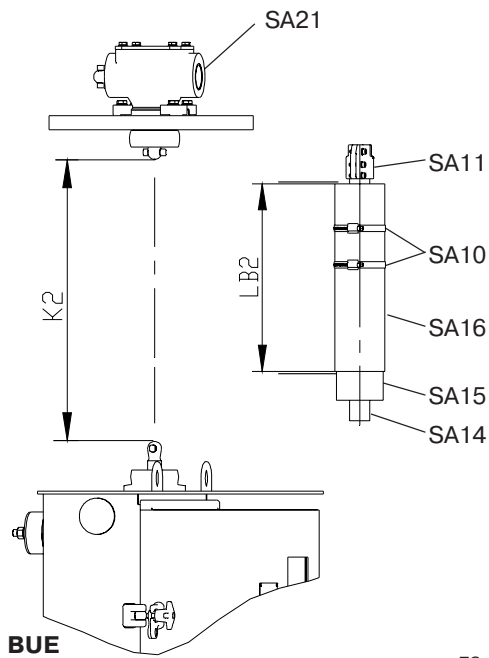

Рис. 37.
5. См. Рис. 37в. Закрепите две полумуфты SA11 на одном конце вала квадратного сечения посредством шести болтов SA12 и шайб SA13. Вставьте вал в нижнюю часть пригоночной детали полумуфты, см. Рис. 37з. Затяните сначала два винта А, см. Рис. 37и, и затем остальные. Установите две защитные трубки SA15 и SA16 (большим диаметром наружу) и два шланговых зажима SA10.
6. См. Рис. 37г. Присоедините вал квадратного сечения с установленными полумуфтами к валу конического редуктора. Установите две полумуфты SA11 на другой конец вала квадратного сечения и на вал механизма моторного привода. Вставьте вал в нижнюю часть пригоночной детали полумуфты, см. Рис. 37з. Несильно затяните винты и проверьте, что вал может смещаться примерно на 2 мм в осевом направлении (осевой люфт). Проверьте размер, указанный на Рис. 37е. Затяните сначала винты А и затем остальные винты.
7. Рис. 37д. Закрепите трубку большего диаметра SA16 на коническом редукторе при помощи хомута, а другую трубку SA15 - таким же хомутом на фланце механизма моторного привода. Оставьте люфт кольца фланца около 3 мм (см. Рис.37ж) для слива воды.
ПРИМЕЧАНИЕ: Всегда затягивайте сначала винты А, а затем остальные винты, согласно Рис. 37и.
Рис. 37в.
Рис. 37д.
Рис. 37б.
Рис. 37е.
Рис. 37ж.
Рис. 37з.
Рис. 37и.
4. Закрепите две полумуфты SA11 на одном конце вала квадратного сечения посредством шести болтов SA12 и шайб SA13. Вставьте вал в нижнюю часть пригоночной детали полумуфты, см. Рис. 37з. Затяните сначала два винта А, а затем остальные винты, см. Рис. 37и. Установите две защитные трубки SA23 и SA24, конец с пазом трубки SA23 в неперекрывающийся конец, и два шланговых зажима SA10, см. Рис. 38б.
6. Присоедините вал квадратного сечения с установленными полумуфтами к валу конического редуктора SA21, см Рис. 38в. Установите две полумуфты SA11 на другой конец вала квадратного сечения и на вал конического редуктора на устройстве РПН. Вставьте вал в нижнюю часть пригоночной детали полумуфты, см. Рис. 37з. Несильно затяните винты и проверьте, чтобы вал мог сдвигаться примерно на 2 мм в осевом направлении (осевой люфт). Проверьте размер, указанный на Рис. 37е. Затяните сначала два винта А, а затем остальные винты, см. Рис. 37и.
4. Закрепите две полумуфты SA11 на одном конце вала квадратного сечения посредством шести болтов SA12 и шайб SA13. Вставьте вал в нижнюю часть пригоночной детали полумуфты, см. Рис. 37з. Затяните сначала два винта А, а затем остальные винты, см. Рис. 37и. Установите две защитные трубки SA23 и SA24, конец с пазом трубки SA23 в неперекрывающийся конец, и два зажима SA10, см. Рис. 39б.
6. Присоедините вал квадратного сечения с установленными полумуфтами к валу конического редуктора SA21, см Рис. 39в. Установите две полумуфты SA11 на другой конец вала квадратного сечения и на вал конического редуктора на устройстве РПН. Вставьте вал в нижнюю часть пригоночной детали полумуфты, см. Рис. 37з. Несильно затяните винты и проверьте, чтобы вал мог сдвигаться примерно на 2 мм в осевом направлении (осевой люфт). Проверьте размер, указанный на Рис. 37е. Затяните сначала два винта А, а затем остальные винты, см. Рис. 37и.